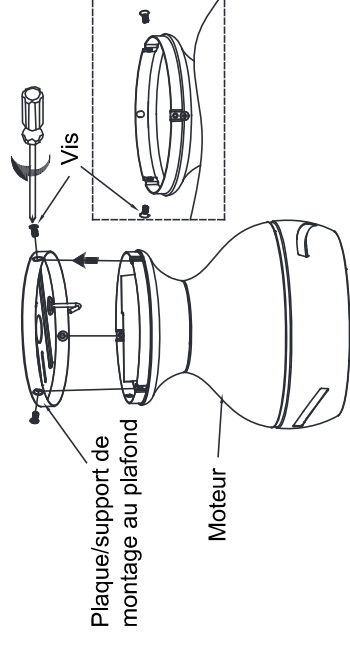

Fig. 11
Étape 1. Retirer les 3 petites vis du moteur et les conserver pour usage ultérieur. Soulever le moteur sur la plaque/support de montage au plafond, en alignant leurs 3 trous. Fixer le moteur à la plaque/support de montage au plafond en utilisant les 3 petites vis retirées auparavant. (**Fig. 11**).